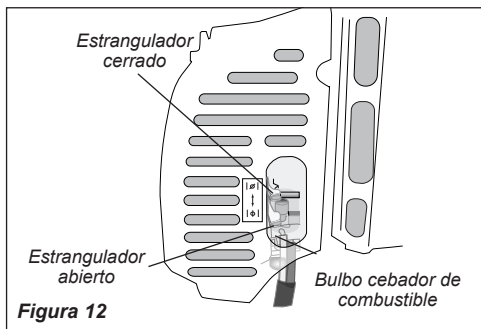

Figura 12
3. Con motor frío únicamente. Pare el motor moviendo hacia arriba la palanca del estrangulador (el estrangulador está cerrado). Consulte la Figura 12.